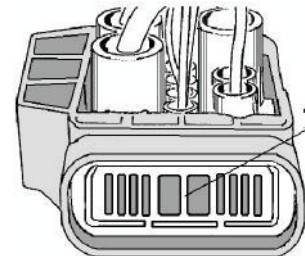

Abbildung 3
14. Kabelsatzstecker X26 entriegeln und trennen (Abbildung 3).
- Verriegelung (1) entfernen